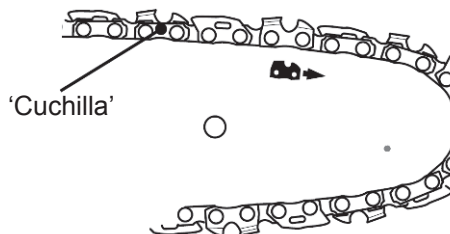

Fig. 6
4. Extienda la cadena (14) con los bordes de corte orientados en la dirección de rotación.
Deslice la cadena (14) en la ranura alrededor de la espada (13). Asegúrese de que la cadena (14) se instala en la dirección de rotación correcta. (Fig.6)